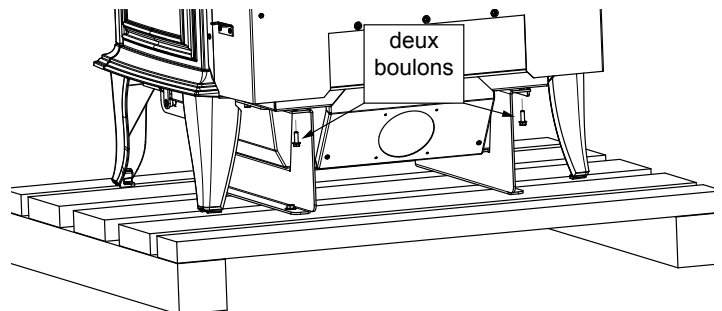

Figure 6.2
5. À l'aide d'une douille 3/8 ou d'une clé à extrémité ouverte, enlevez les deux boulons à l'arrière comme illustré (**Figure 6.2**).